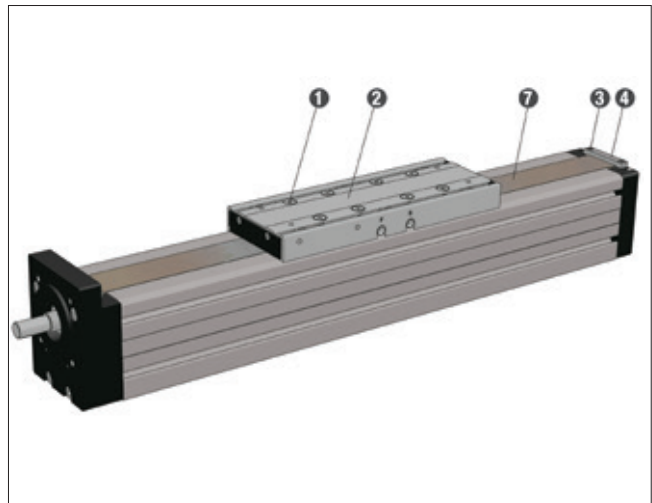

Bild 4.12 ____ Austausch Abdeckband
Für den Austausch des Abdeckbandes an Linearachsen der Baureihen AXC sind die nachfolgenden Schritte entsprechend Bild 4.12 bis 4.15 einzuhalten:
1. Schrauben ❶ demontieren und Tischplatte ❷ entfernen (Bild 4.12).